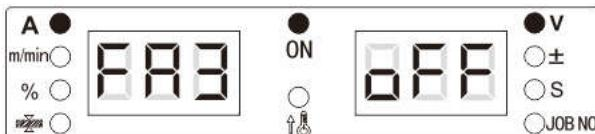

Рисунок 3-19. Отображение функции FA3 на цифровых дисплеях
- Поворотом регулятора панели управления установите выбор функции FA3 (см. Рисунок 3-19).